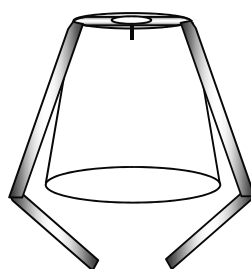

図2
- (2)図 2 のように細く切ったアルミホイルの中心を画びょうでプラコップに固定し、コップの端に合わせてアルミホイルを折り曲げます。折り曲げた部分が 3 cm くらいになるようにしましょう。
- (3)(1)の磁石に乾電池をのせ、さらに(2)で作った部品をのせて完成です。